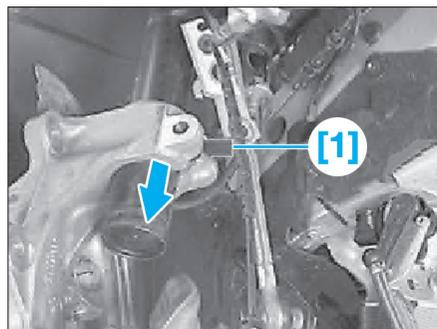

Fig. 35
- [1]. Outil pour écarter le pivot d'essieu au cours de la dépose (réf BMW : 31 2 230) (Fig.35).
- Ecarter le pivot à l'aide de l'outil [1] (Fig.35).